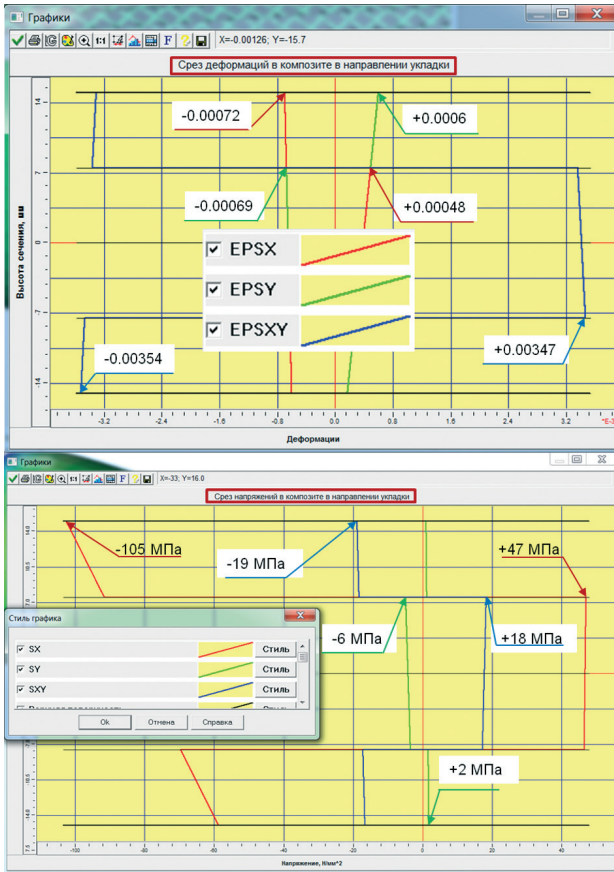

Рис. 16. Графики, характеризующие распределение напряжений и деформаций по сечению композита
- возможен срез сечения в заданном узле пластинчатого КЭ по значениям напряжений или деформаций в направлении укладки или ЛСК КЭ (рис. 16 и 17).